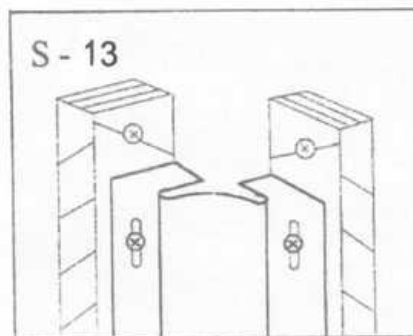

Figure 3
7.3 Coin intérieur S-13, fixé avant la pose du revêtement (figure 3), il permet de réaliser la finition des angles rentrants.